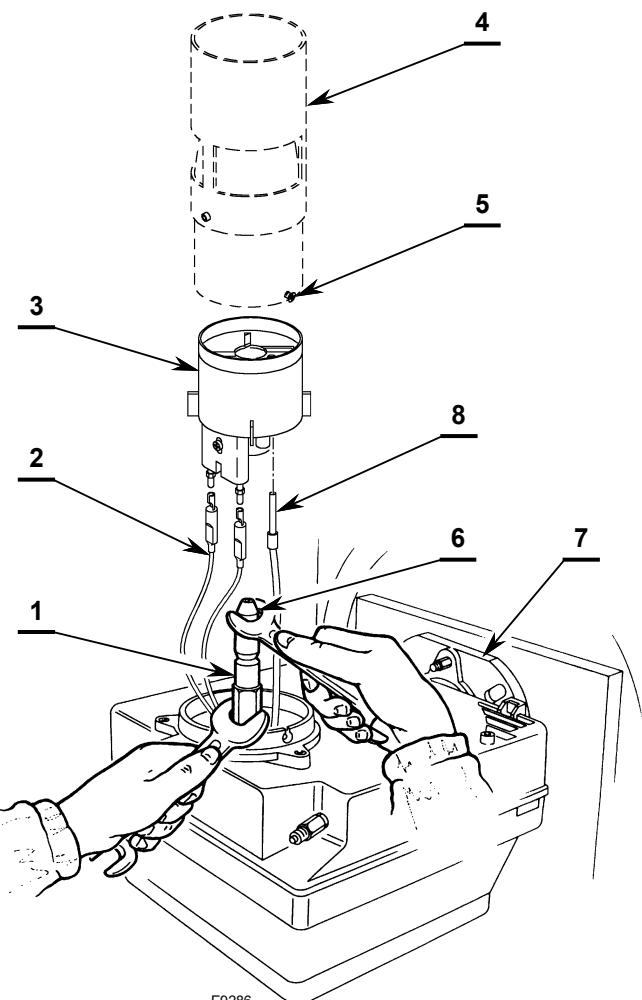

Fig. 14
- Enganchar el quemador a la brida 7) (Fig. 14), aflojar los tornillos 5), luego extraer el conjunto tubo llama 4).
- Aflojar el tornillo 4) (Fig. 14) para quitar el conjunto soporte del disco estabilizador 3) del conjunto portaboquilla 1).
- Desenroscar completamente el tornillo de fijación 4)(Fig. 14) per extraer la fibra óptica 8) del conjunto soporte del disco estabilizador 3).
- Sustituir y enroscar correctamente la boquilla 6) sujetándola como se muestra en la Fig. 14.